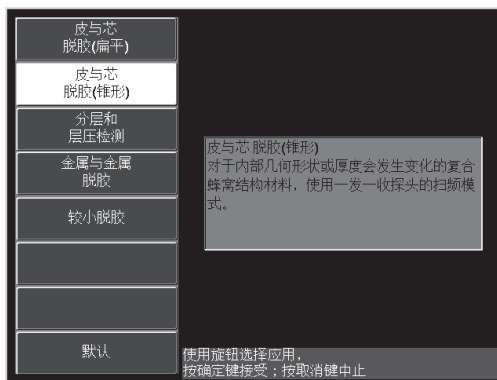

图 6-18 蒙皮和蜂窝芯脱粘（锥形）应用
3. 选择皮与芯脱胶（锥形）应用，然后按确定键（）接受（参见第 133 页的图 6-18）。